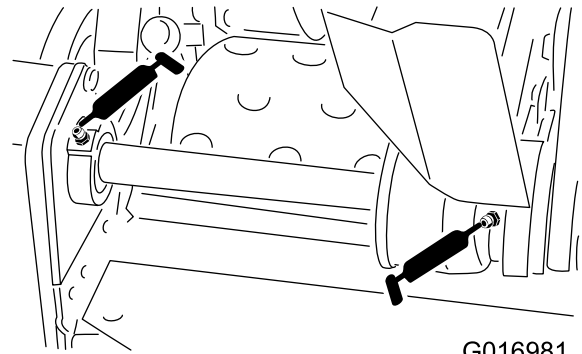

Figure 26
- 2 sur les roulements de l'arbre intermédiaire du cylindre (Figure 26)